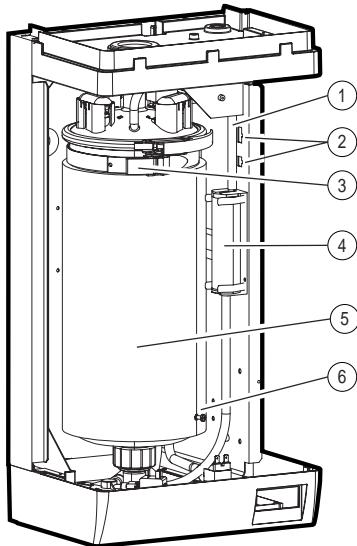

Рис. 14.1.1
2. Отсоедините от цилиндра быстросъемный разъем датчиков (Рис. 14.1.1 - п.2)
3. Отсоедините от крышки цилиндра балансирующую трубку с регулятором уровня (Рис. 14.1.1 - п.1)
5. Снимите винт контакта заземления цилиндра (Рис. 14.1.1 - п.5)
6. Освободите фиксатор цилиндра, сначала приподняв черный пластиковый рычажок (Рис. 14.1.1 - п.3), а затем отодвинув его до упора
8. При наличии наружной теплоизоляции снимите ее с цилиндра (Рис. 14.1.1 - п.4)
16. Удалите накипь со внутренних стенок цилиндра и из гнезд датчиков (Рис. 15.1 п.4, 15.2 п.2, 15.3 п.5). Соберите цилиндр, повторив вышеизложенные действия в обратном порядке. Не забудьте установить на место винт контакта заземления (Рис. 14.1.1 п.5).